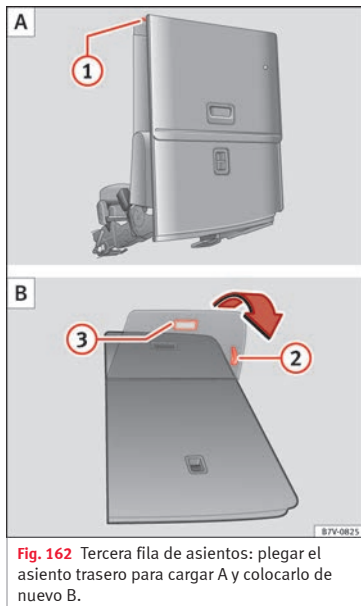

Fig. 162 Tercera fila de asientos: plegar el asiento trasero para carga A y colocarlo de nuevo B.
- En caso necesario tire de la palanca » fig. 162 ② para desplazar la banqueta hacia la posición deseada.
- Retire los objetos de la zona reposapiés situada delante y detrás del asiento trasero » » » ❶.
- Tire de la palanca » » » fig. 162 ❶ hacia arriba y pliegue el respaldo hacia delante. El asiento trasero se pliega hacia delante » » » ⚠ y el cojín se mueve también hacia delante.
- Tire del asa » » » fig. 162 ❷ para recolocar la bandeja del asiento.
- Tire del asidero » » » fig. 162 ❸. El asiento completo se pliega hacia atrás.